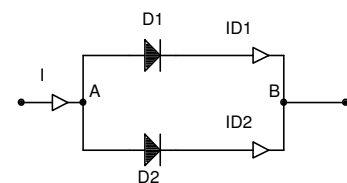

fig. 3 Diodi in parallelo
- date le inevitabili diversità, le due giunzioni non si comporteranno mai allo stesso modo: con la stessa ddp applicata non assorbono la medesima corrente per cui, con riferimento al circuito di fig. 3, non risulterà generalmente verificata la condizione (peraltro auspicabile):